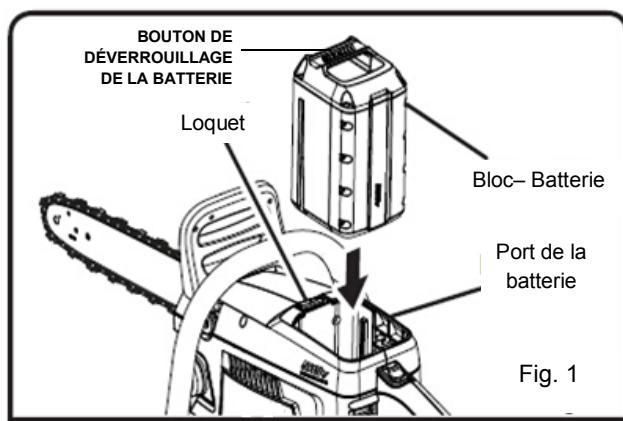

Fig. 1
■ Aligner la rainure du bloc-piles sur la nervure en saillie du logement d'outil et placer la pile dans l'outil. (Fig 1)